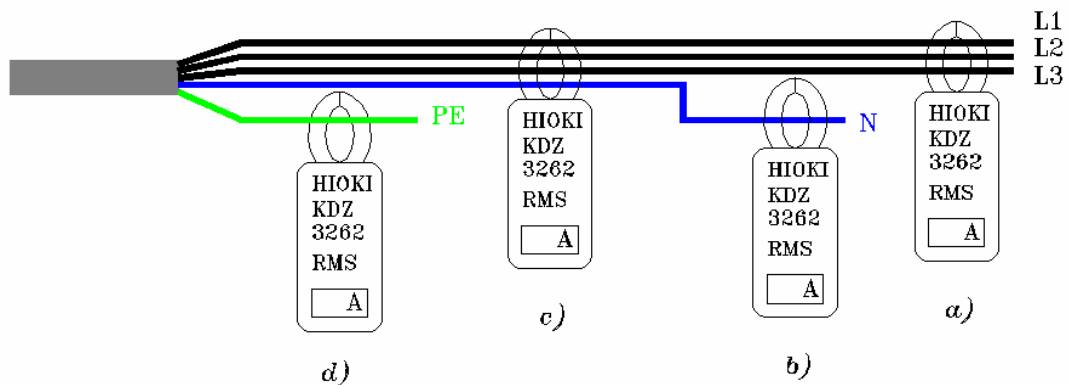

Bild 5 Messen mit der Stromzange
- der Differenzströme über L1, L2, L3, N, (siehe Bild 5 – c)
- auf den Leitungen zur NSHV (siehe Bild 5)
- auf den Leitungen von der NSHV zu den Unterverteilungen (siehe Bild 5)